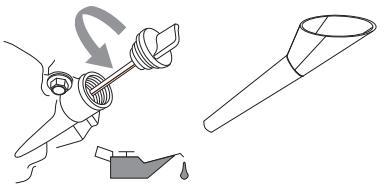

Figura 4-4. Apertura de llenado de aceite con embudo
8. Coloque el embudo en la apertura de llenado de aceite. Consulte la **Figura 4-4**. Añada el aceite de motor recomendado según sea necesario.